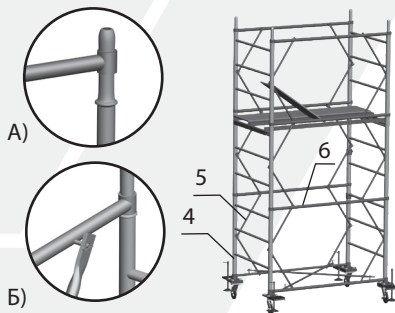

рис. 3
- Установить лестницы (4), соединить их гантелями секции (6) (рис. 3 А). Соединить гантели секции стяжками секции (5) с боковыми флажковыми замками гантели базы (рис. 3 Б).